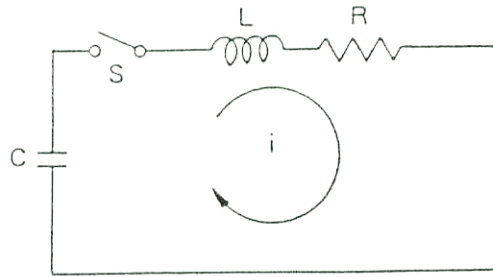
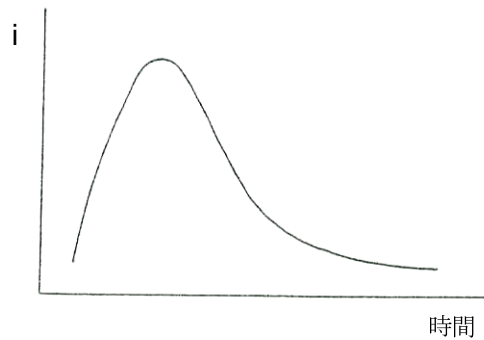

図26
図27
1. 本器のRLC回路は、図26のようになっています。
2. 図26の回路で横軸を時間、縦軸を*i*とすればその過渡現象による波形は、図27のようになります。